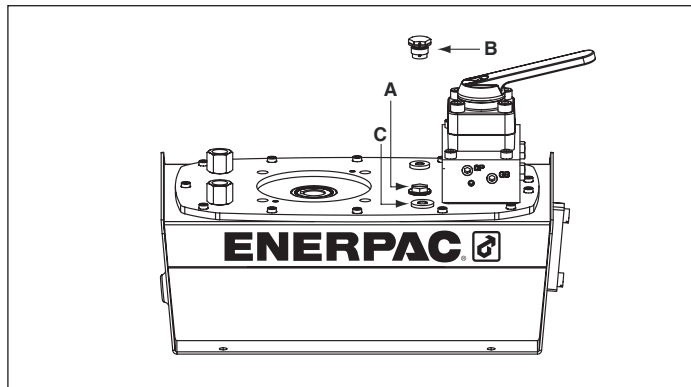
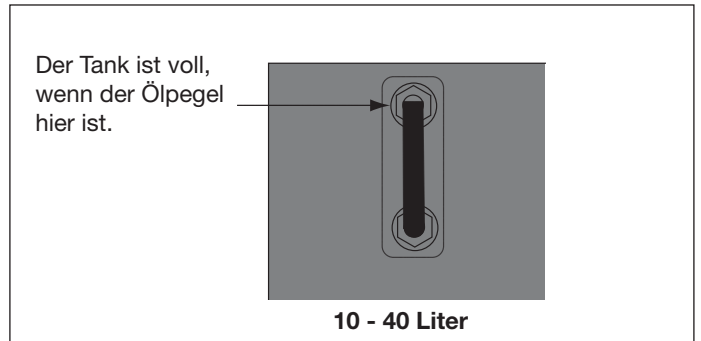

Abb. 2, ZG Einbau des Entlüfters
Abb. 4
4.1 Behälter-Entlüfterkappe (siehe Abb. 2)
Überprüfen Sie den Ölpegel der Pumpe vor dem Start. Geben Sie nötigenfalls Öl hinzu, indem Sie den Stöpsel SAE Nr. 10 von der Abdeckplatte entfernen (siehe Abb. 2). Der Behälter ist voll, wenn der Ölpegel im Sichtglas bis nach oben geht. (Abb. 4).
Überprüfen Sie den Ölpegel der Pumpe vor dem Starten und fügen Sie nötigenfalls Öl hinzu, nachdem Sie die Einfüllöffnungskappe entfernt haben. Achten Sie immer darauf, dass die Zylinder vollständig zurückgezogen sind, bevor Sie Flüssigkeit im Behälter hinzufügen. Siehe Abb. 2.
6. Füllen Sie den Behälter mit sauberem Enerpac-Hydrauliköl. Der Behälter ist voll, wenn der Ölpegel sich in der Mitte des Sichtfensters befindet (siehe Abb. 4).